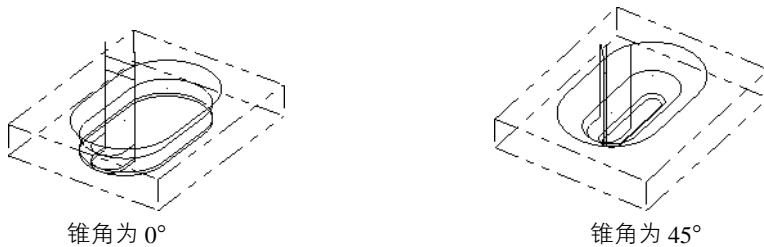

图 9-6 不同锥度的刀具路径
- 锥度斜壁：选中该选项时，“锥度角”输入框将被激活，铣削加工按该输入框中的锥角角度值来确定从工件表面到最后的切削深度，如图 9-6 所示。